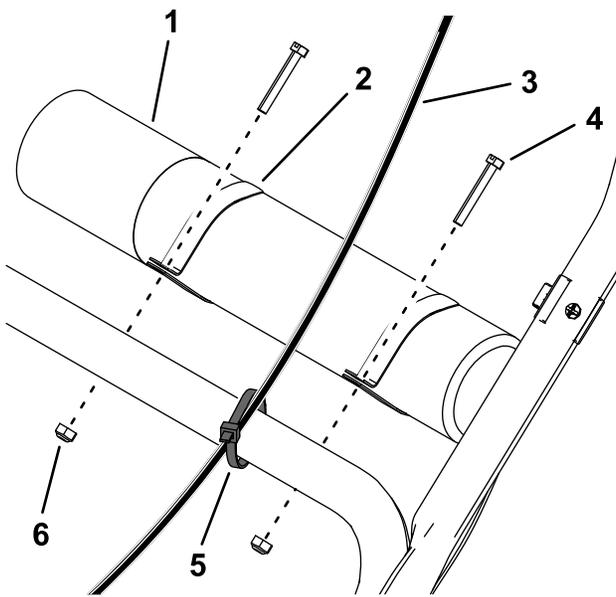

Bild 4
2. Befestigen Sie den Bowdenzug mit einem Kabelbinder am unteren Holm (**Bild 4**).
3. Schieben Sie die Klemmen auf das Rohr für die *Bedienungsanleitung* und befestigen es mit zwei Schlitzschrauben und zwei Sicherungsmuttern an der Oberseite des unteren Holms (Bild 4).